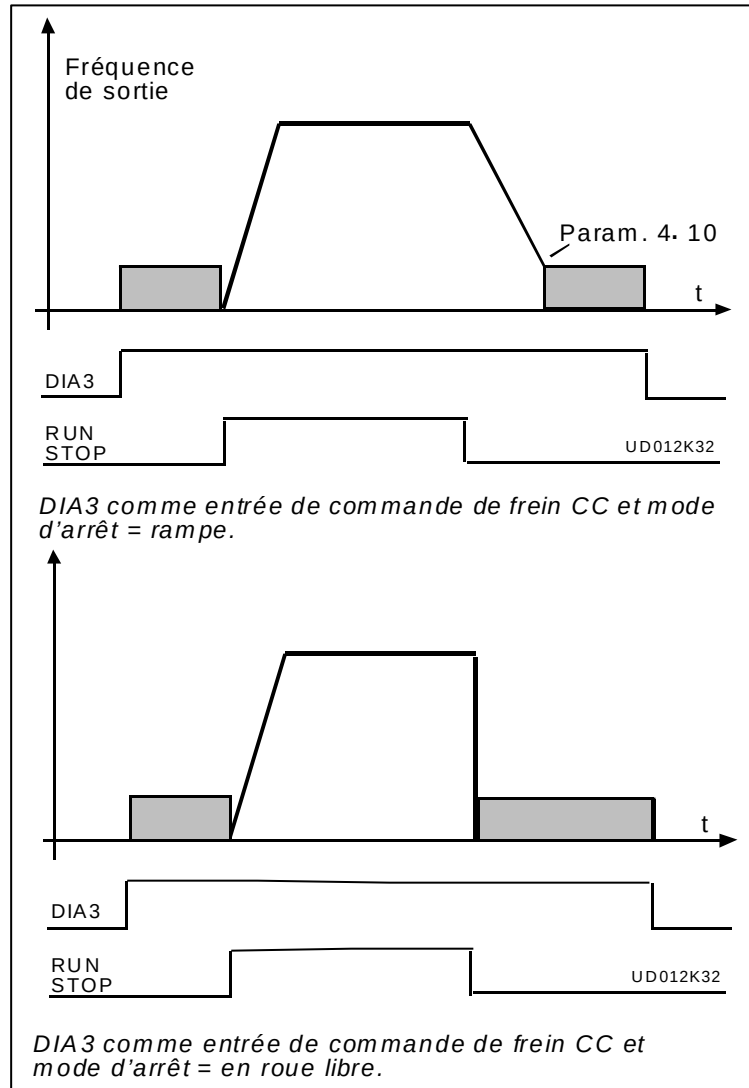

Figure 2.5-4 DIA3 comme entrée de commande de freinage à CC :
- 9 :** Commande de freinage courant continu contact fermé = Dans le mode d'arrêt, le freinage de courant continu opère jusqu'à ce que le contact soit ouvert, voir figure 2.5-4. Le courant de freinage à courant continu est réglé avec paramètre 4.8.